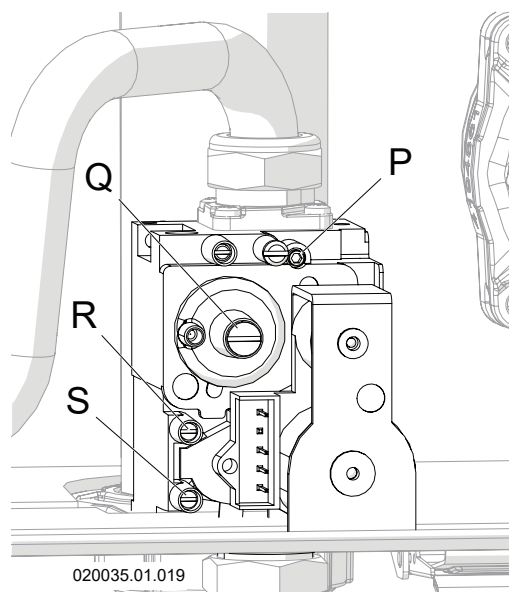

Figura 6-4 - Valvola del gas
- 15.- aprire completamente la vite di regolazione del CO2 particolare "P" (Figura 6-4);